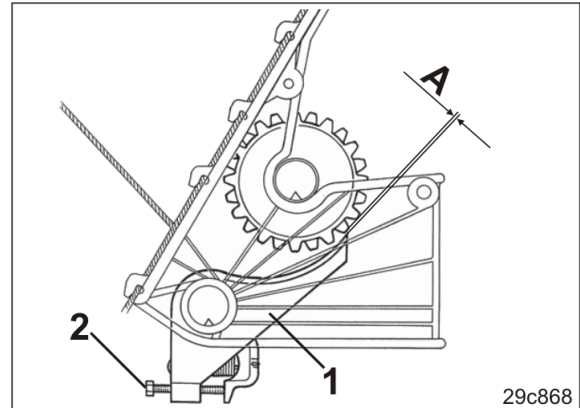

Fig. 115
2. Comprobar la suavidad de movimiento de las trampillas (Fig. 115/1).
La distancia "A" (Fig. 115) entre la trampilla y la rueda de sembrado es de 0,1 mm a 0,5 mm.
5. Ajustar la distancia prescrita con el tornillo (Fig. 115/2).